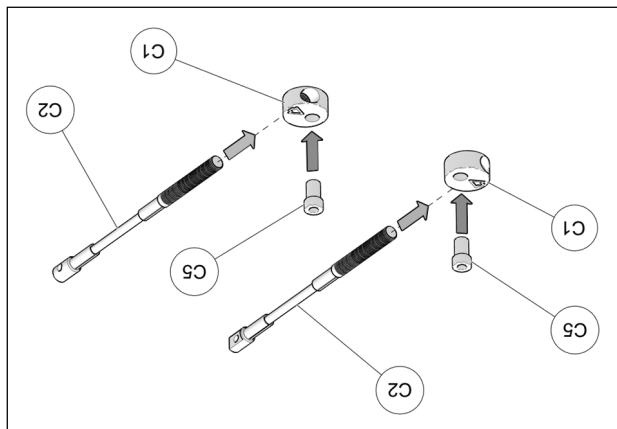

Fig. 20
10. Assembler les câbles des limiteurs de conduite (C2), les disques en aluminium (C1) et les bagues espaceurs (C5) tel que montré à la Fig. 20